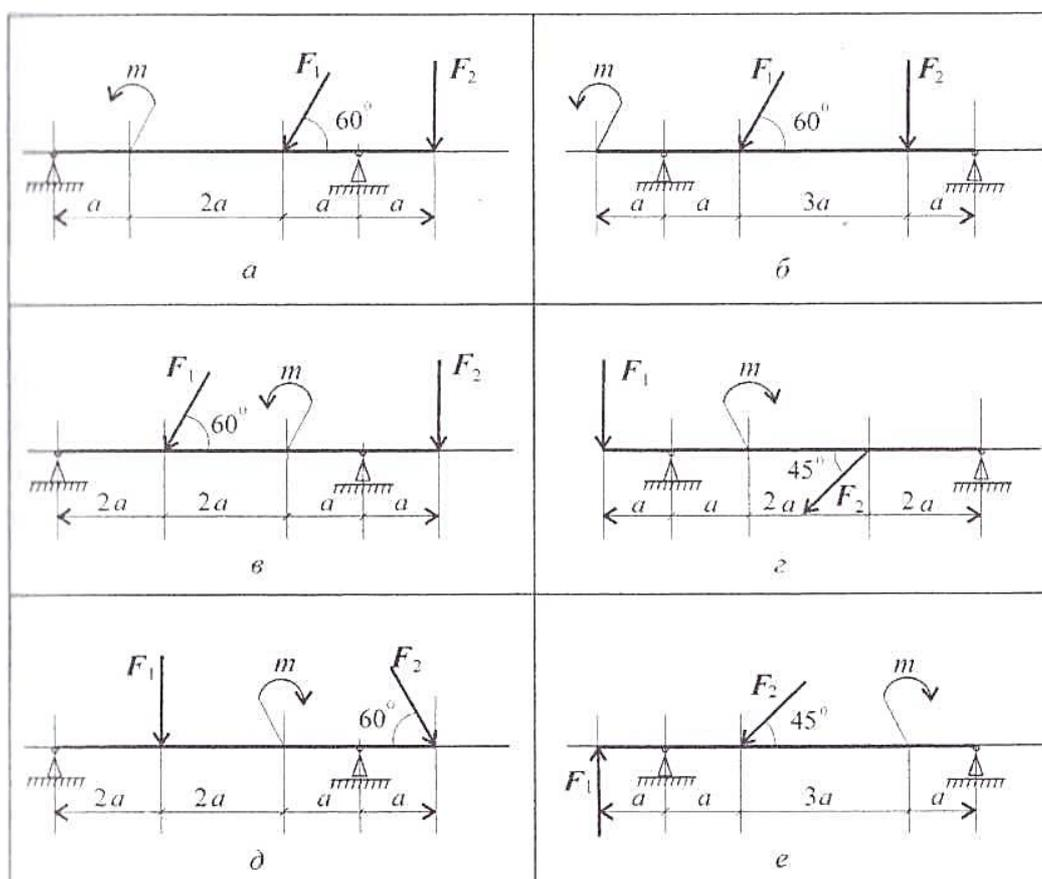

Рисунок 3.5 - Двух опорная балка с шарнирными опорами по вариантам
- ознакомиться с исходными данными, таблица 3.1, рис. 3.5;